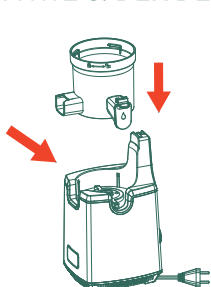

Abb. 1
1. Positionieren Sie die Pressschüssel auf der Strombasis, indem Sie die Ausläufe und die Achse ausrichten. (Abb. 1)